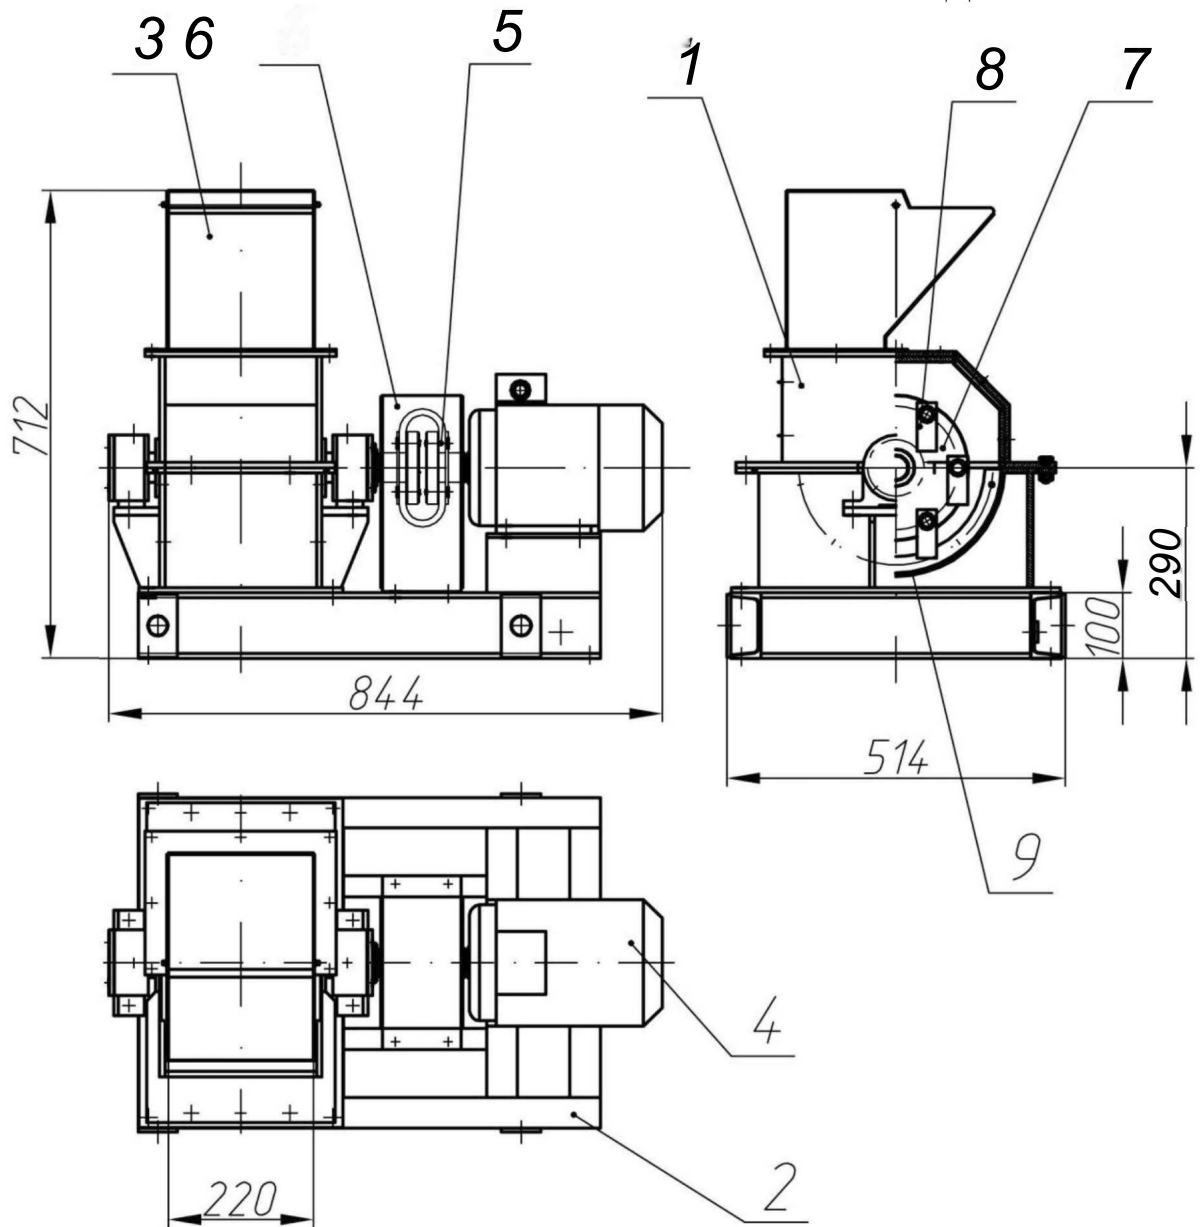
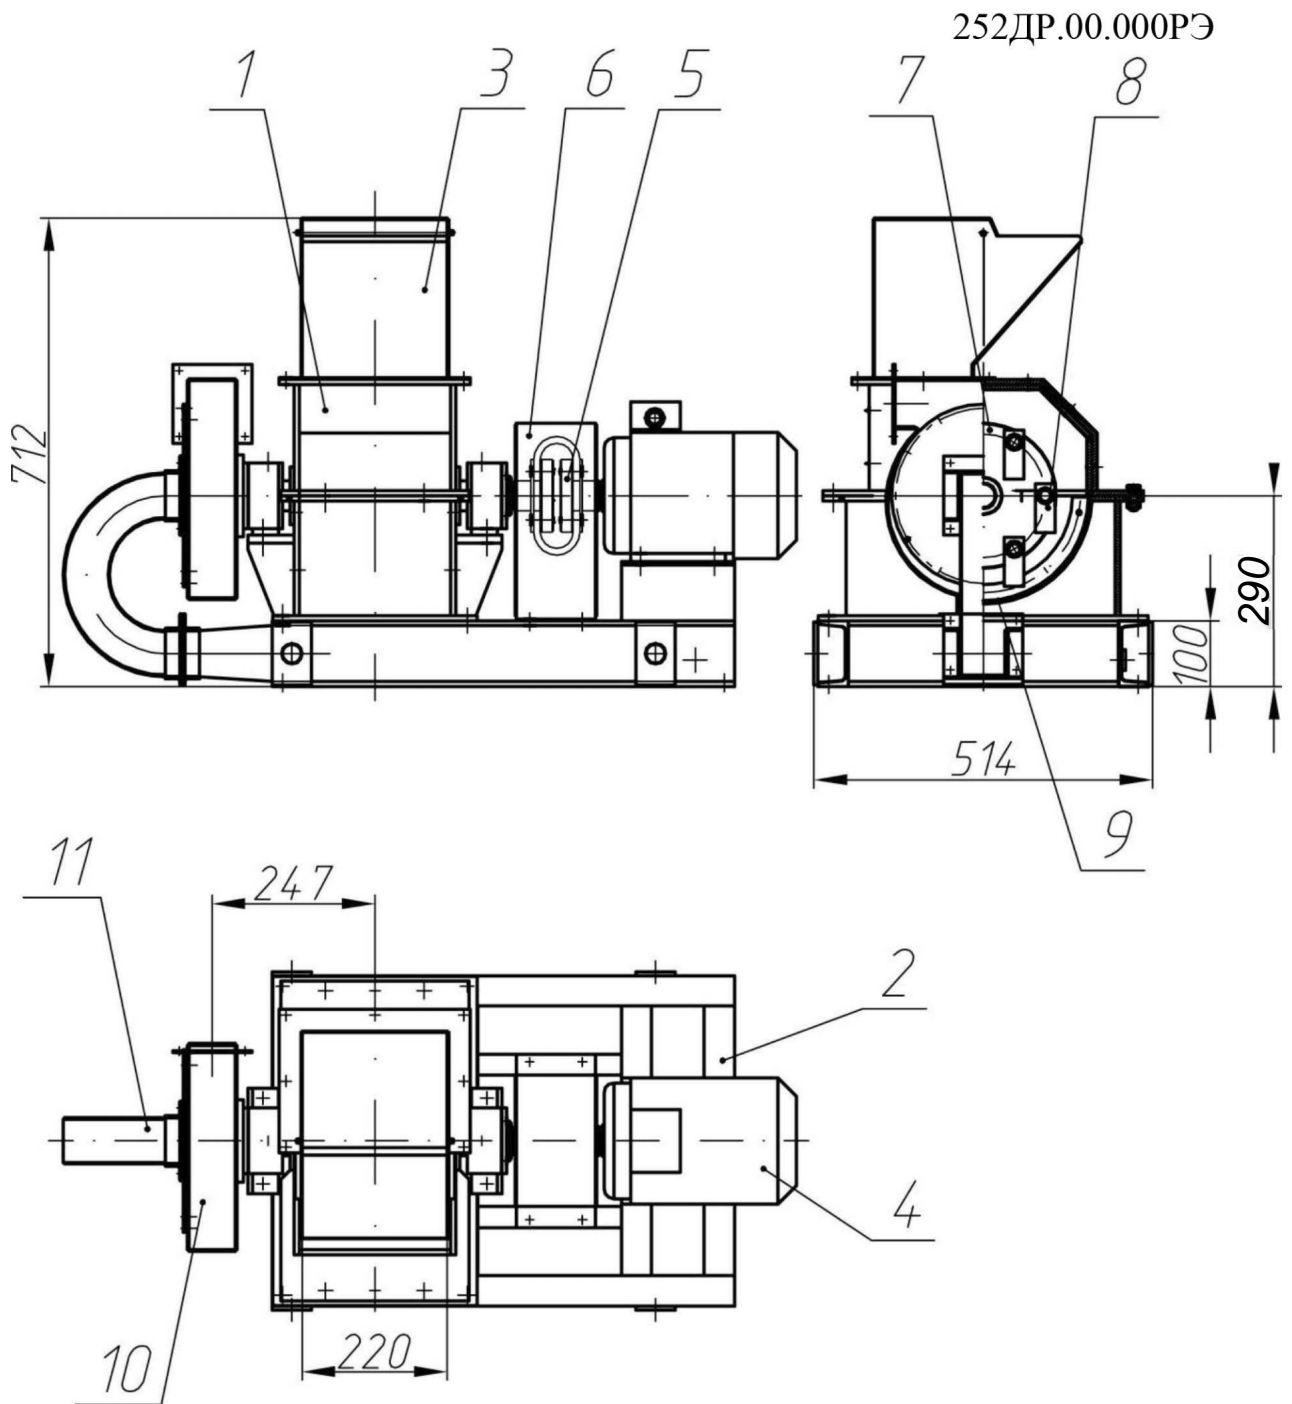

Рис. 1
Рис. 2
МДЗх2 (рис.1)	МДВЗх2 (рис.2)
Устройство дробилки представлено на рис.1 и рис.2.
Устройство дробилки ДМВЗх2 представлено на рис.2. Данная дробилка отличается наличием вентилятора (10) установленного на валу ротора.
- включать дробилку при снятом кожухе 6 см. рис.1) и открытом корпусе.